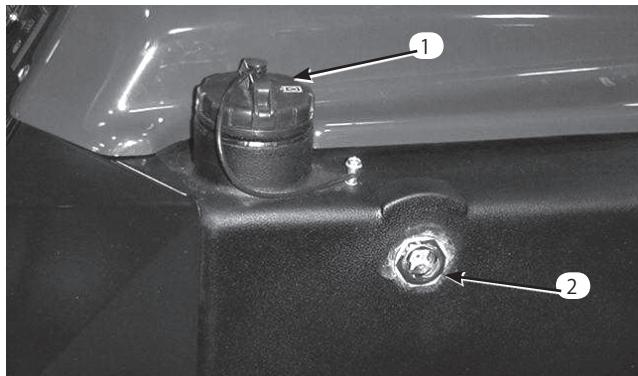

図27
2. 油圧オイルタンクの側面についている点検窓（図27）でオイルの量を点検する。オイルが冷えている状態で窓の下のフチまであればよい。オイルが冷えている状態で窓の下のフチまであればよい。